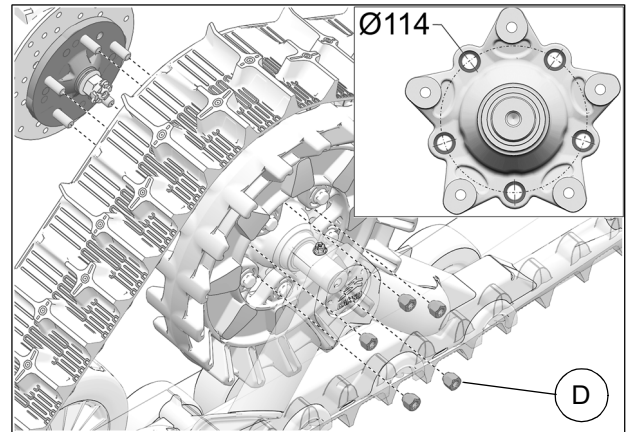

Fig. 17
9. Fixer le système de traction au moyeu de roue avant. Utiliser le cercle de perçage de Ø114 mm et les écrous de roue (D) fournis. Voir la Fig. 17